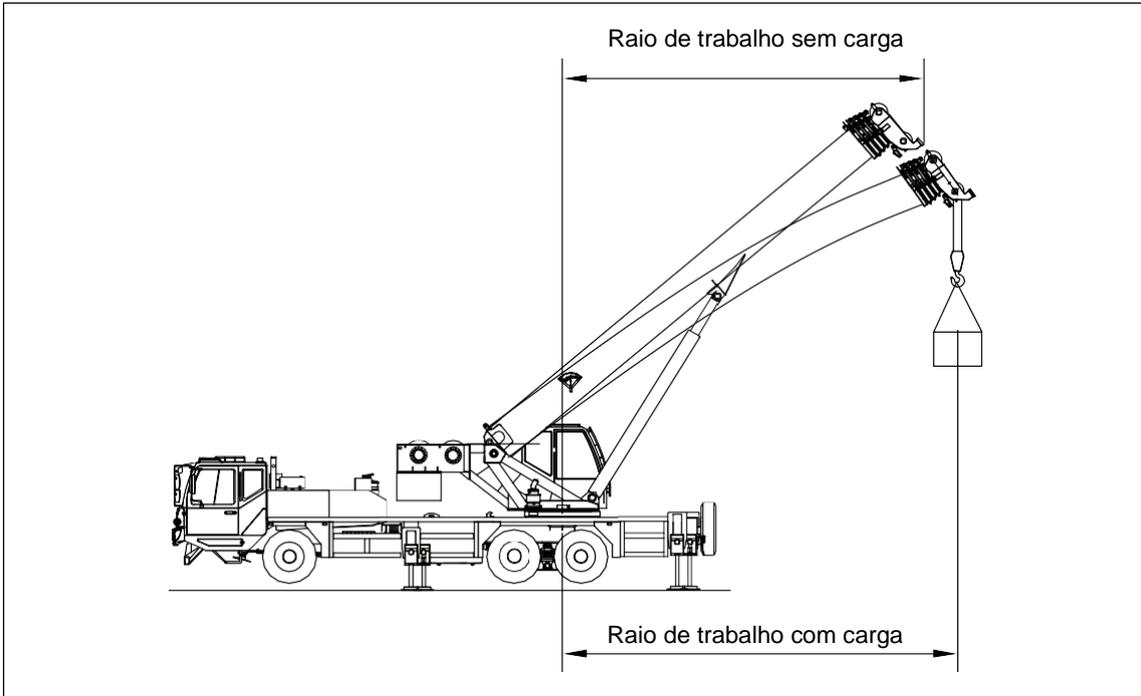

**Figura 4-33 Consulte a capacidade de içamento**
**Tabela de capacidade de levantamento (consulte a figura 4-33).**